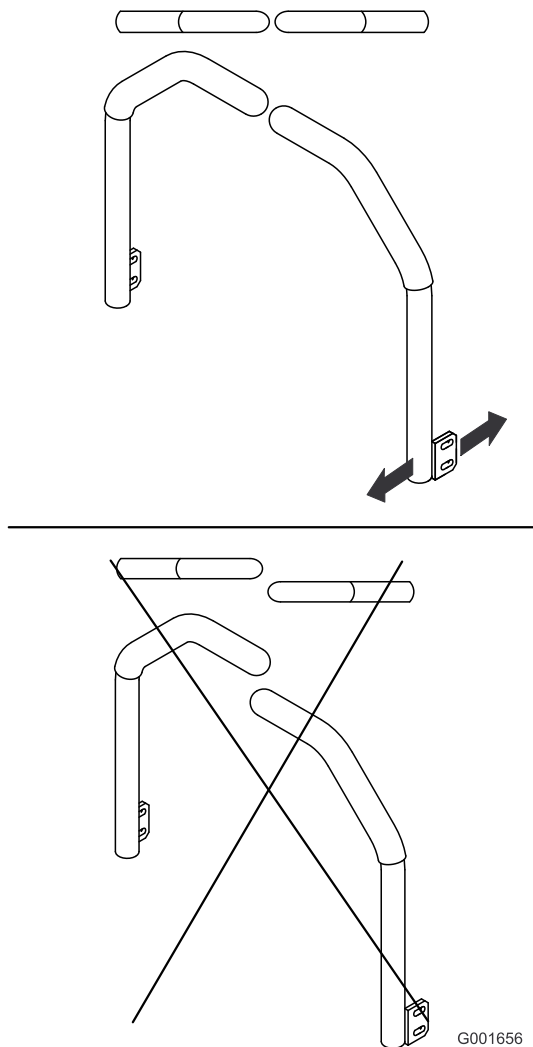

Figura 94
5. Ajuste las palancas de control de forma que queden alineadas entre sí y apriete los pernos para fijar las palancas a los soportes (Figura 94).